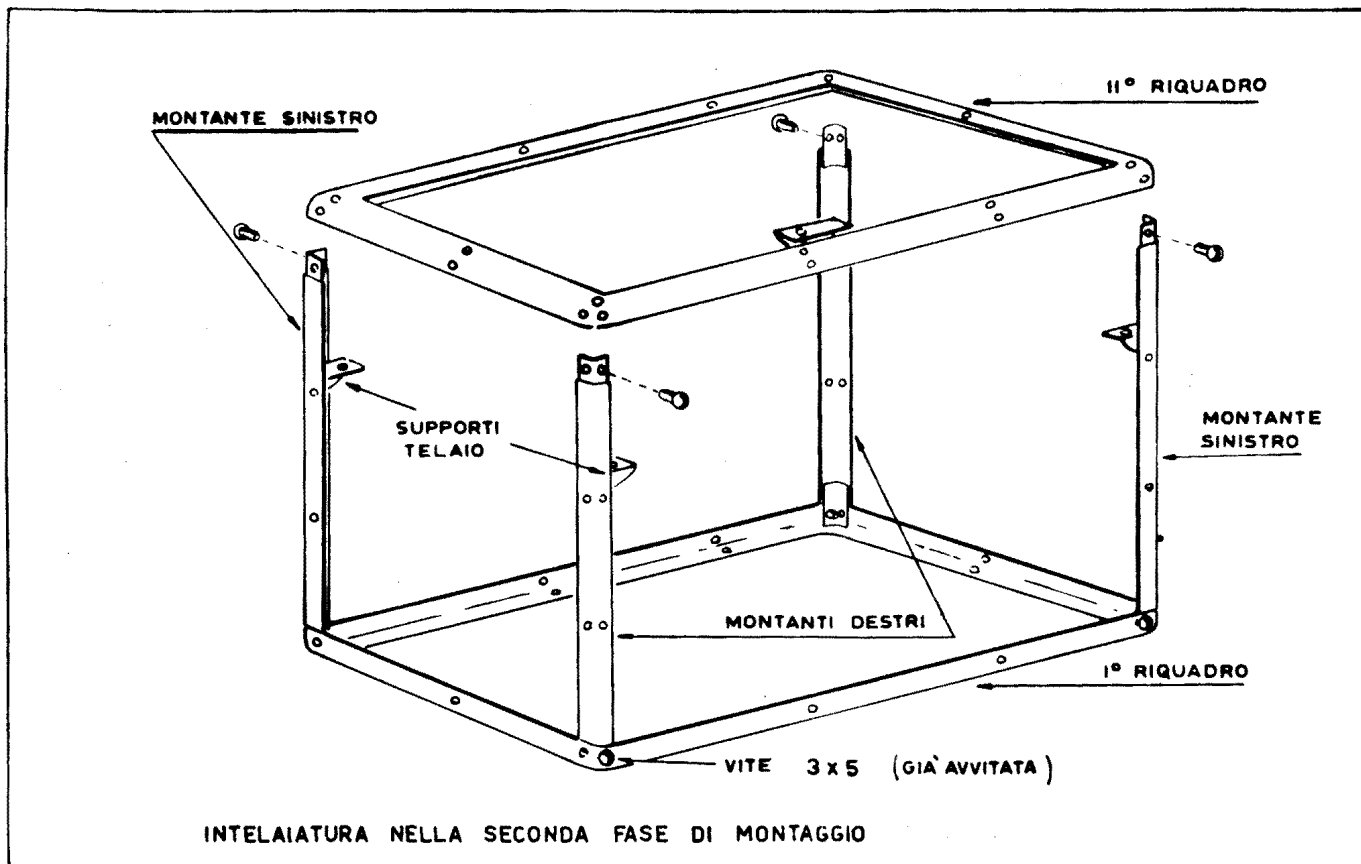

Fig. 1
I montanti servono a collegare fra loro i due riquadri ai quali saranno fissati mediante viti. Ad una certa altezza i montanti portano una piccola squadretta sul la quale si appoggerà il TELAIO vero e proprio dell'oscilloscopio (fig. 1).
a) - DISPONGA UNO DEI RIQUADRI NEL MODO INDICATO NELLA FIG. 1 E SUCCESSIVAMENTE FISSI SU ESSO I QUATTRO MONTANTI CON VITI DI 5 mm DI LUNGHEZZA.
Il solo particolare da osservare è la posizione dei supporti, i quali si devono trovare in alto e girati nel modo indicato in fig. 1. Prima di bloccare a fondo le viti attenda di aver montato anche il secondo riquadro.